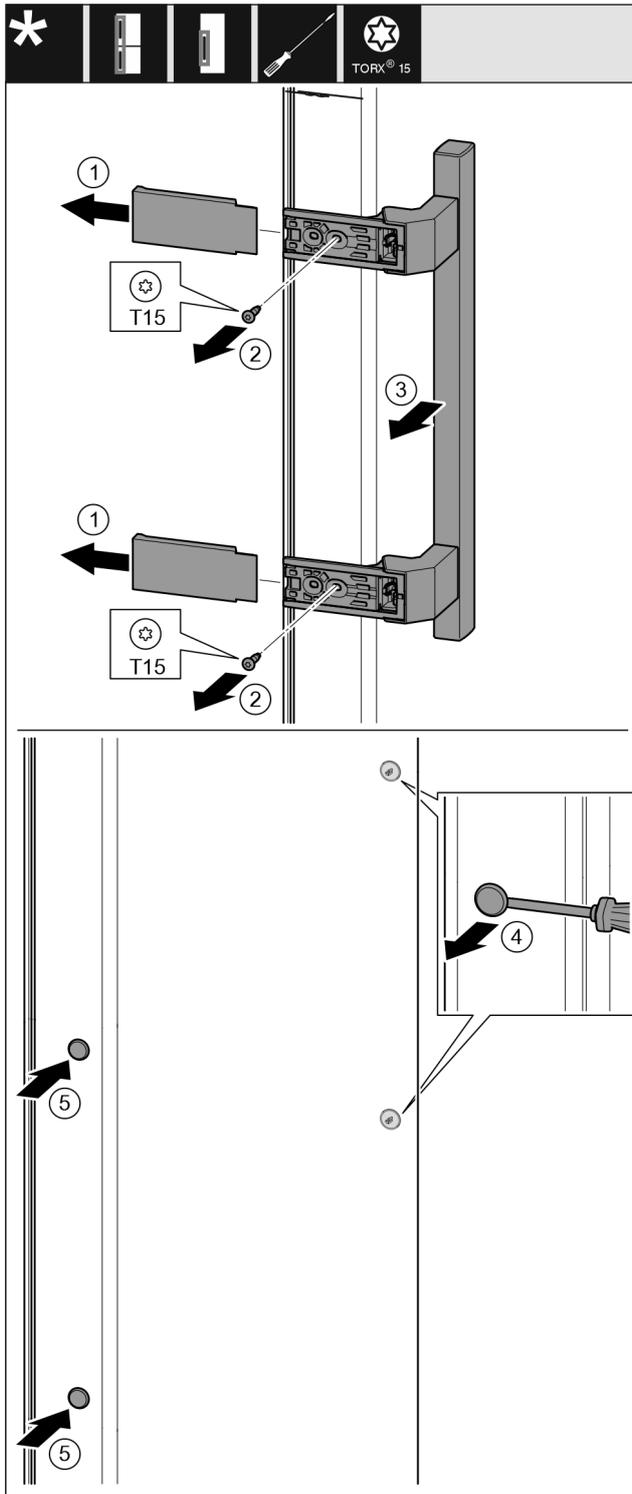

Fig. 22
- ▶ Retirer le cache. Fig. 22 (1)
- ▶ Desserrer les vis avec le tournevis T15. Fig. 22 (2)
- ▶ Déposer la poignée. Fig. 22 (3)
- ▶ Soulever délicatement le bouchon latéral avec un tournevis plat et le sortir. Fig. 22 (4)
- ▶ Remettre en place le bouchon de l'autre côté. Fig. 22 (5)